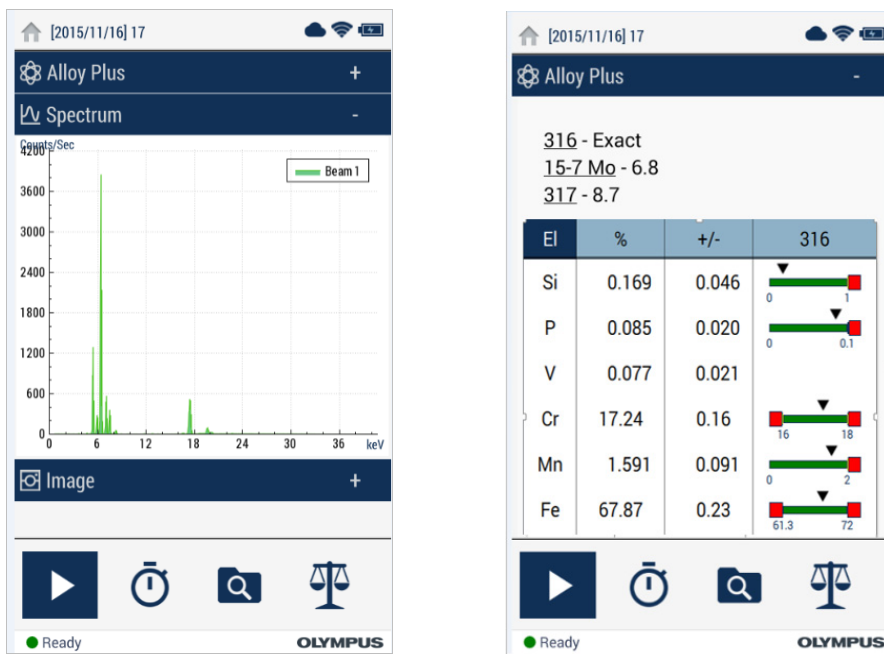

Рис. 3-20 Экран в начале анализа и в процессе анализа
1. Вернитесь к экрану **Анализ** (см. Рис. 3-20 на стр. 75).
4. По завершении теста, щелкните на ХимСостав, Спектр, Примечания или Изображение для детального просмотра (см. Рис. 3-20 на стр. 75).